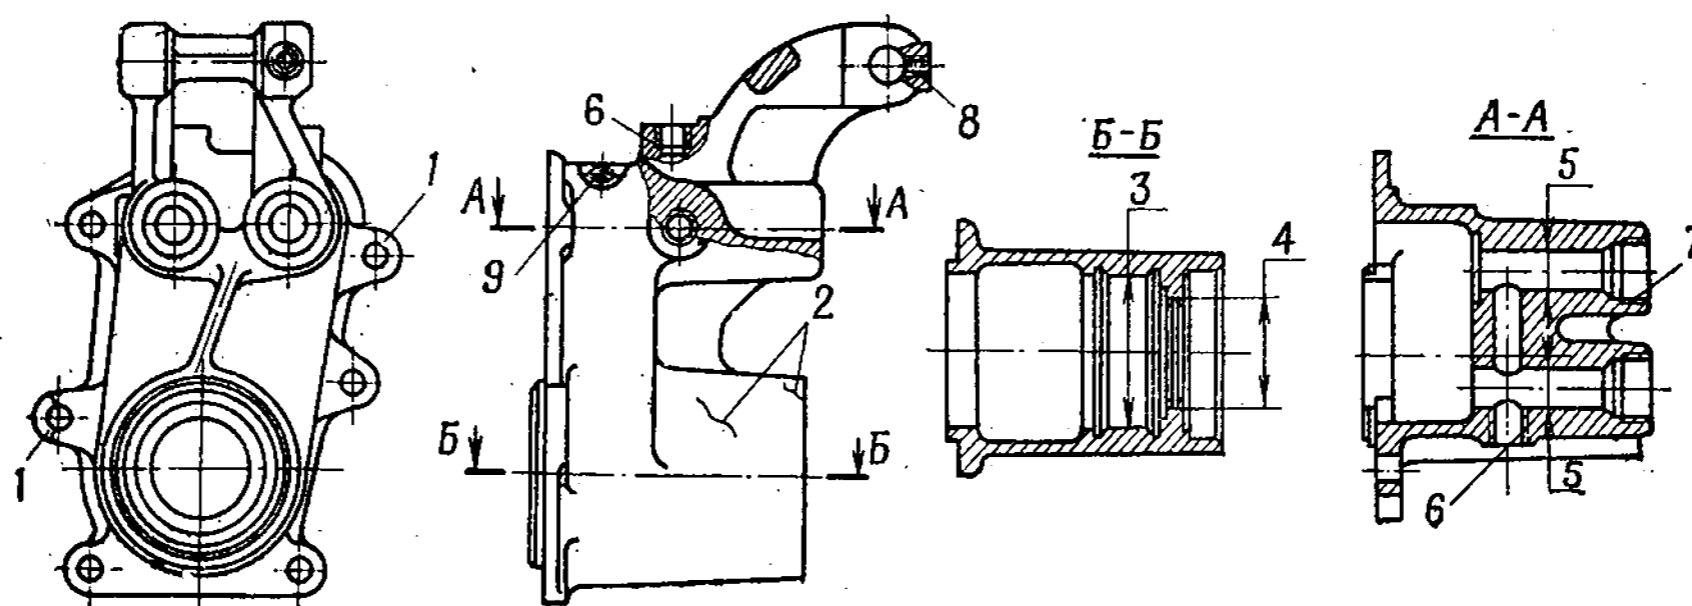

Рис. 121. Картер штоков вилок переключения шестерен раздаточной коробки
10. Картер штоков вилок переключения шестерен раздаточной коробки (рис. 121)